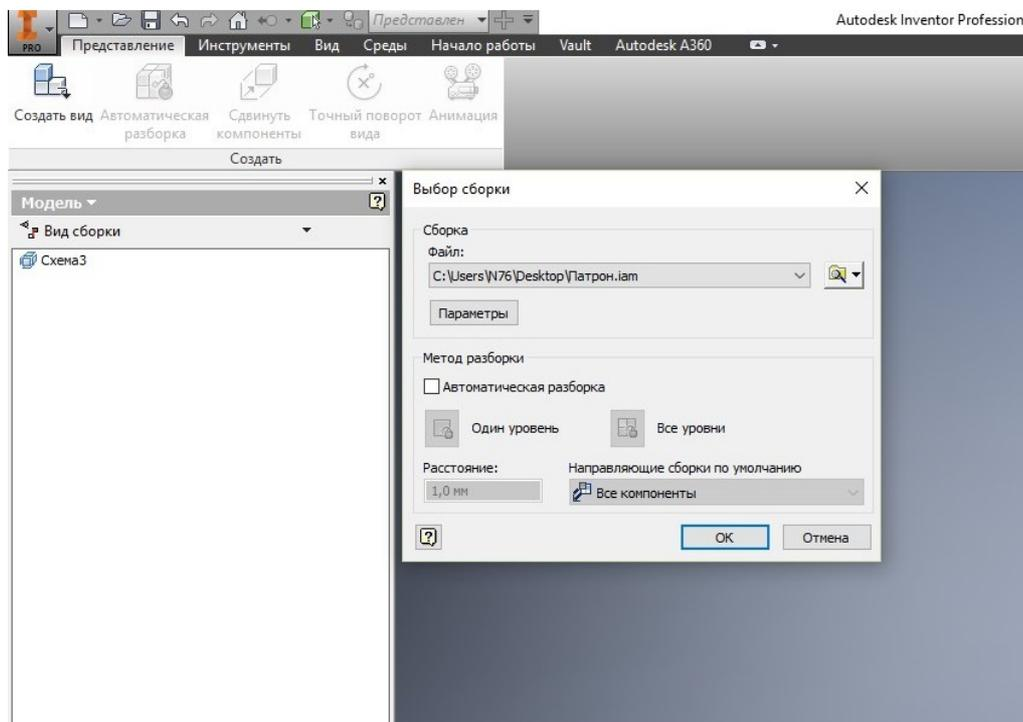

Рис. 20. Вкладка СОЗДАТЬ ВИД и диалоговое окно
3. Выбираем вкладку СОЗДАТЬ ВИД, далее в диалоговом окне откроем файл исходной сборки СБОРКА.ІАМ и нажимаем ОК. (рис. 20.).